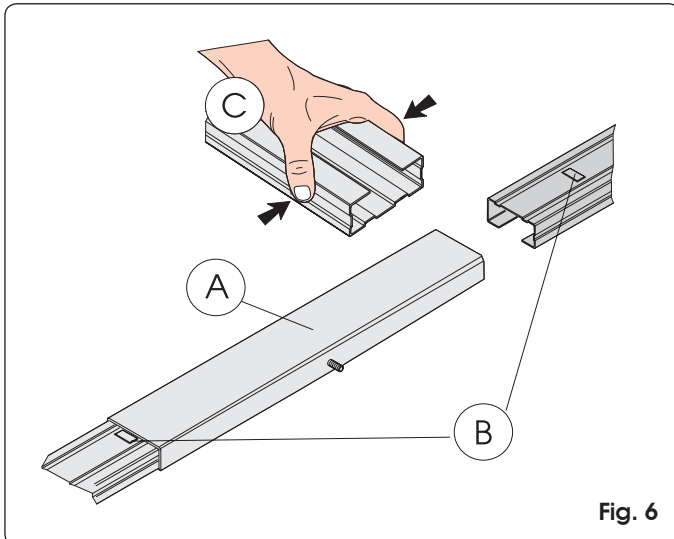

Fig. 6
- 1) Assemblare i due pezzi della guida di scorrimento inserendoli nel giunto centrale (Fig. 6 rif. A) fino a portare in battuta i rilievi metallici di riferimento (Fig. 6 rif. B). Per facilitare l'innesco della guida di scorrimento si consiglia di inserirla nel giunto centrale comprimendola come indicato in Fig. 6 rif. C. Non utilizzare utensili che potrebbero deformare la guida od il giunto.